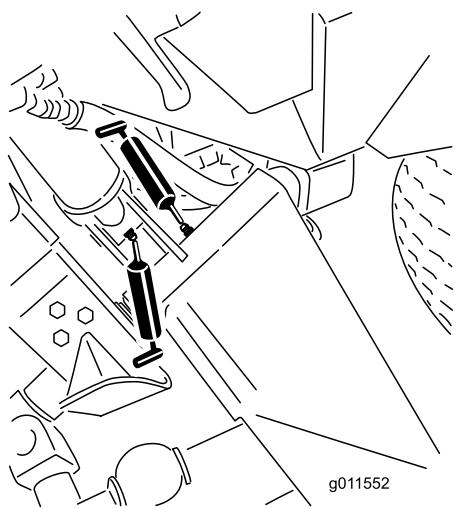
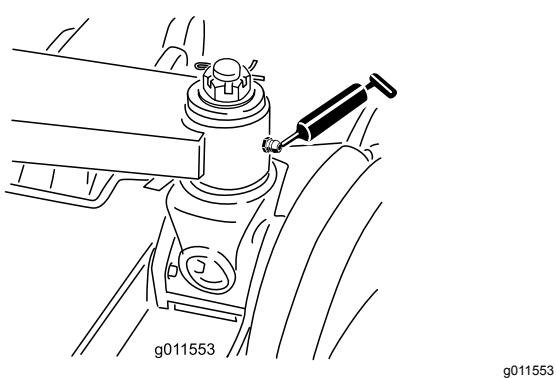

Bild 67
Bild 68
- Haupthubarmbüchsen (6) (Bild 67 und Bild 68)